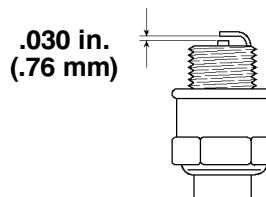

Figure 31
5. Régler l'écartement des électrodes de la nouvelle bougie à 0,76 mm (0.030") (Fig. 31).